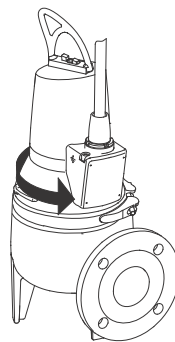

Fig. 11 Sentido de la sacudida
3. Si la conexión es correcta, la sacudida tendrá lugar en sentido opuesto al sentido de rotación. Consulte la fig. 11.